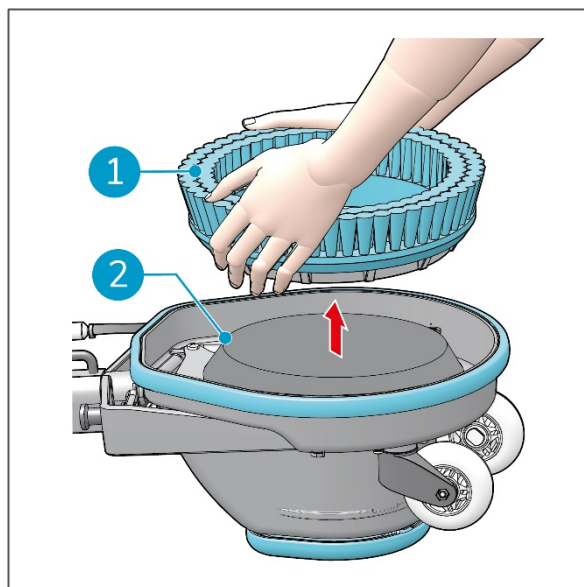

Figura 28
2. Appoggiare i-scrub sul lato posteriore con il manico sul pavimento (Figura 28).
3. Estrarre la spazzola (Figura 28, pos 1) dalla vaschetta portaoggetti (Figura 28, pos 2).